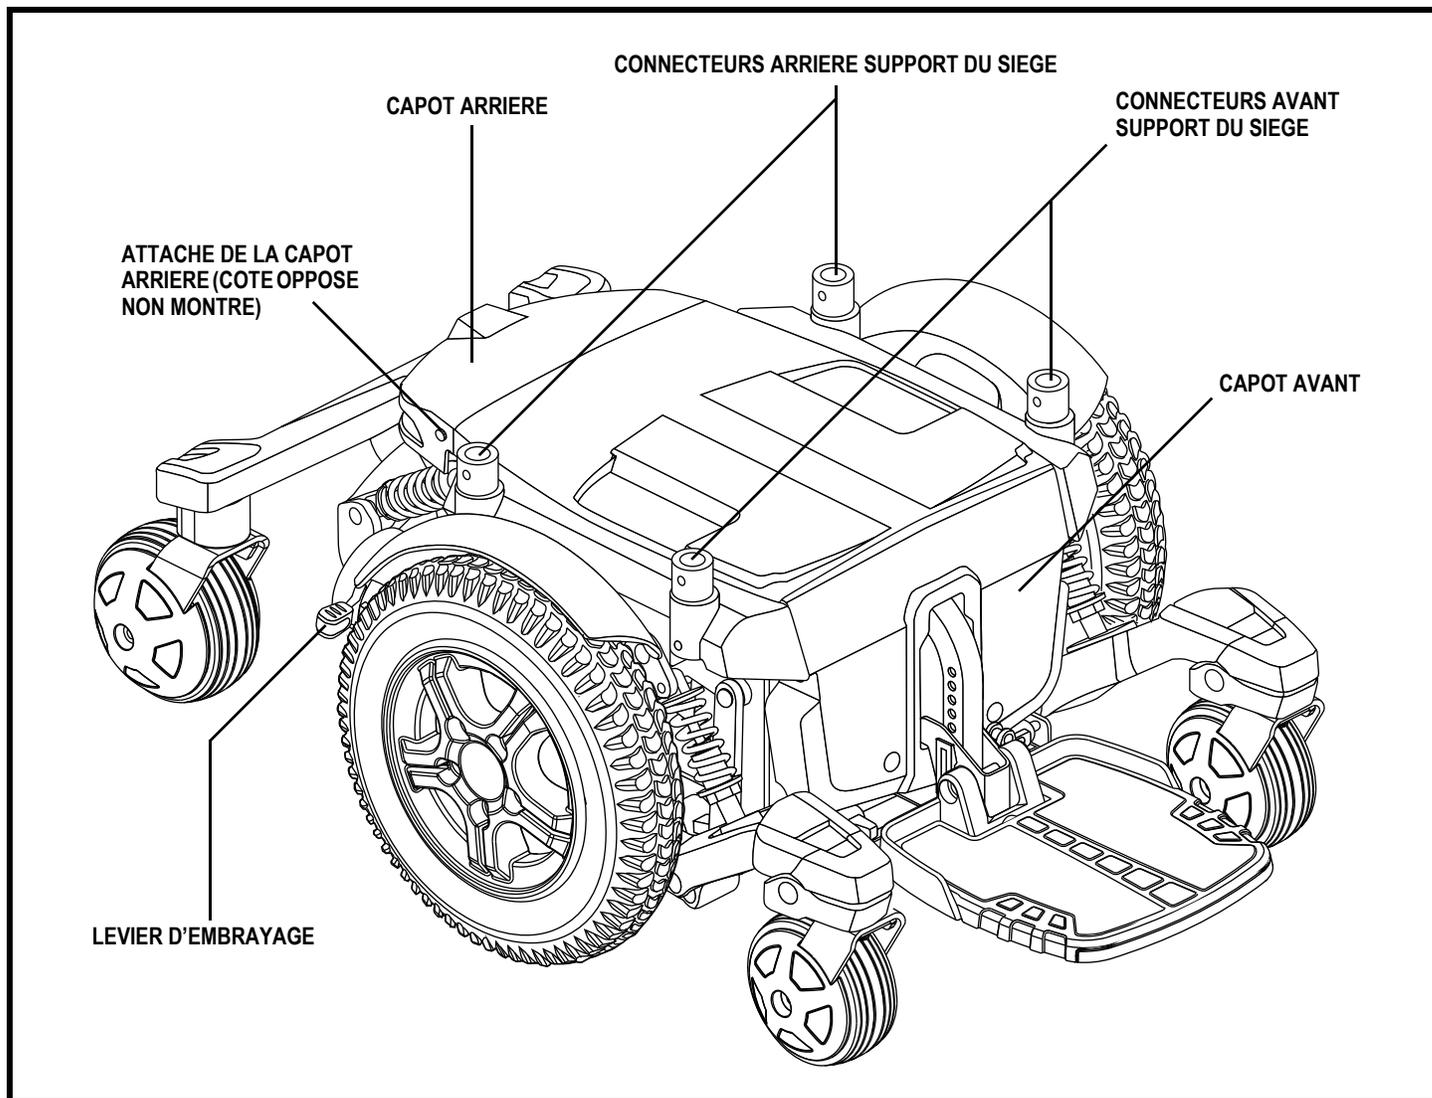

Figure 6. Base motorisée du Quantum 6000 Serie
5. Desserrez les fixations sur le capot et retirez-le. **Voir la figure 6.**
7. Réinstallez le capot puis resserez les fixations. **Voir la figure 6.**
3. Desserrez les fixations sur le capot et retirez-le. **Voir la figure 6.**